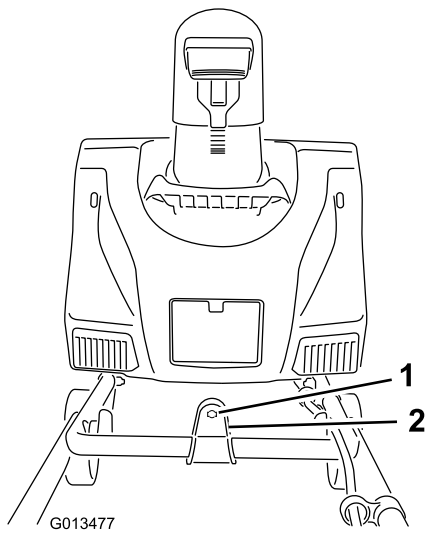

Bild 4
2. Stecken Sie das Ende der Auswurfkanal-Schaltstange durch das gekeilte Loch in der Halterung, die oben am unteren Holm befestigt ist (**Bild 4**).